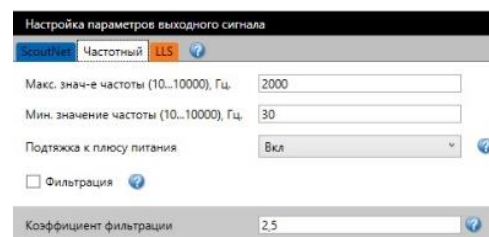

Рисунок 12
1. Включить внутреннюю подтяжку к питанию (Плюс питания) в разделе «Настройка параметров выходного сигнала» во вкладке «Частотный», при подключении к входам терминала, не имеющим подтяжки либо имеющего подтяжку к минусу питания (рисунок 12).